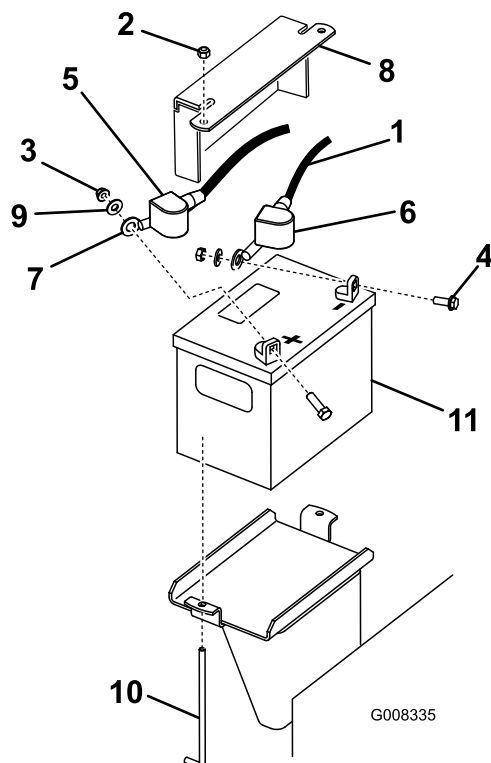

Figure 37
3. Enlevez le capuchon en caoutchouc noir qui protège le câble négatif. Débranchez le câble négatif de la batterie de la borne négative (-) de la batterie (Figure 37).
4. Enlevez le capuchon rouge de la borne positive (rouge) de la batterie et débranchez le câble positif (rouge) de la batterie (Figure 37).
5. Enlevez la plaque de maintien, les boulons en J et les contre-écrous de fixation de la batterie (Figure 37) et retirez la batterie.
1. Branchez le câble positif (rouge) de la batterie à la borne positive (rouge) au moyen des fixations retirées précédemment (Figure 37).
3. Branchez le câble négatif de la batterie à la borne négative (noir) au moyen des fixations retirées précédemment (Figure 37).
4. Fixez la batterie au moyen de la barre et des écrous à oreilles (Figure 37).